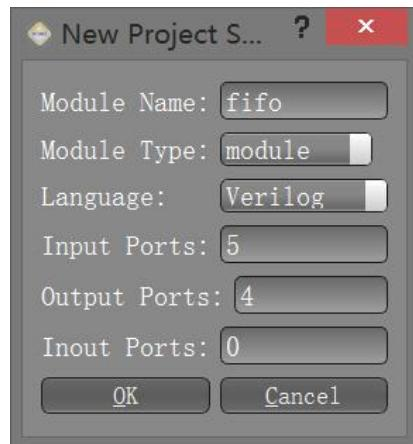

图 5-1-3 新建一个项目
(1) 新建一个模型。点击软件工具栏上面的图标 ，或者点击“File”下拉菜单中的“New”，会有一个对话框弹出来（如图5-1-3所示）。在弹出的对话框中设置你所设计的模型。